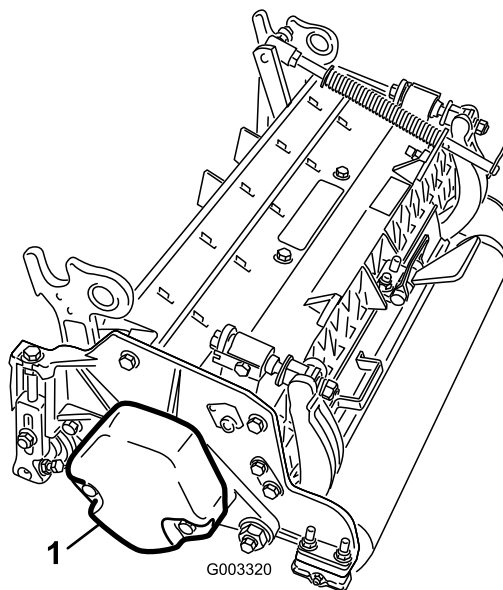

Figure 4
4. Veillez à monter le contrepoids (Figure 4) du bon côté de l'unité de coupe, comme expliqué dans le *Manuel de l'utilisateur* de l'unité de coupe.